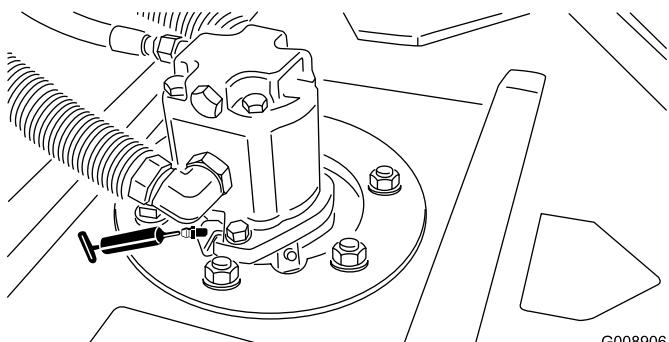

Figura 42
- Cojinetes de los ejes de las unidades de corte (1 por unidad de corte) (Figura 42).